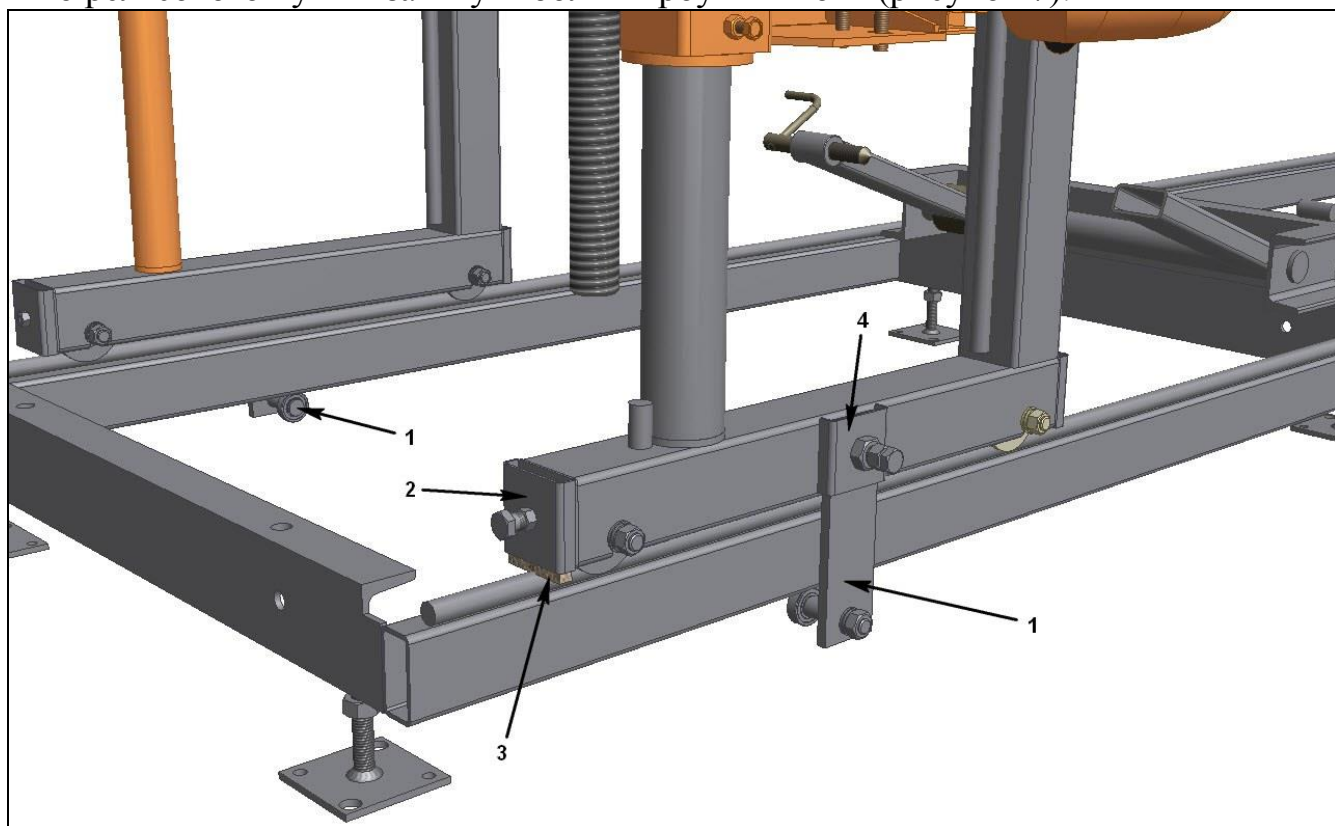

Рисунок 7 – Установка прижимных нижних роликов
6.5.3 Вставить пластину прижимных нижних роликов в проушины на каждой ноге пильной рамы. Прижать прижимные нижние ролики к нижнему основанию рельсового пути и затянуть болты проушин ноги (рисунок 7).